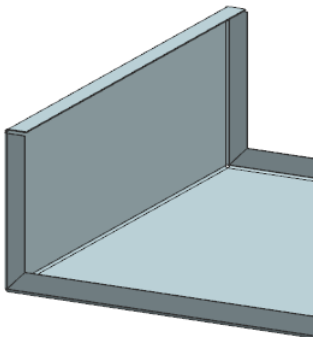

图 6-84 创建弯边特征
(4) 在“弯边”对话框中,单击 **应用** 按钮,创建弯边特征,如图 6-84 所示。